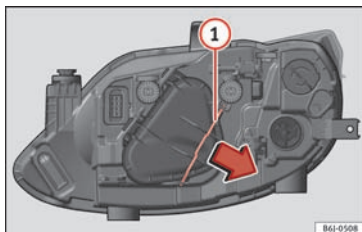

Fig. 93 Enkelt forlygte
- Forskyd holderen » Fig. 93 ① i pilens retning, og tag afdækningen af.